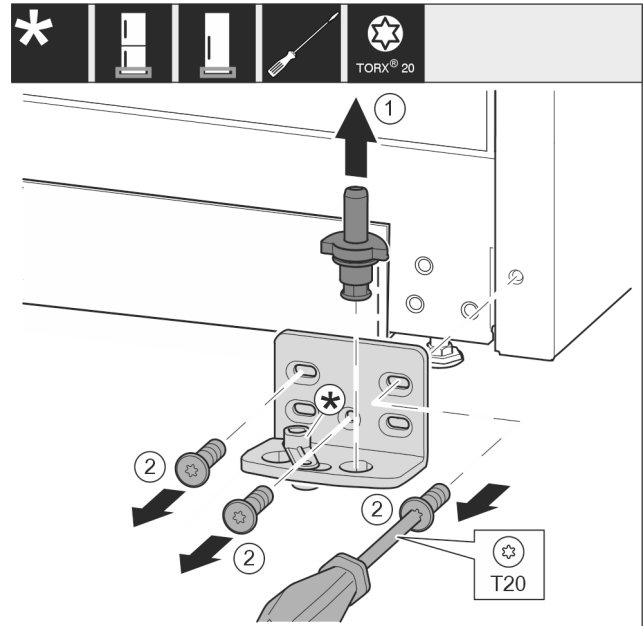

Fig. 11
- Ta ut hela lagerbulten genom att dra den uppåt. Fig. 11 (1)
- Skruva ut skruvarna med en skruvmejsel T20 och ta av lagerbocken. Fig. 11 (2)